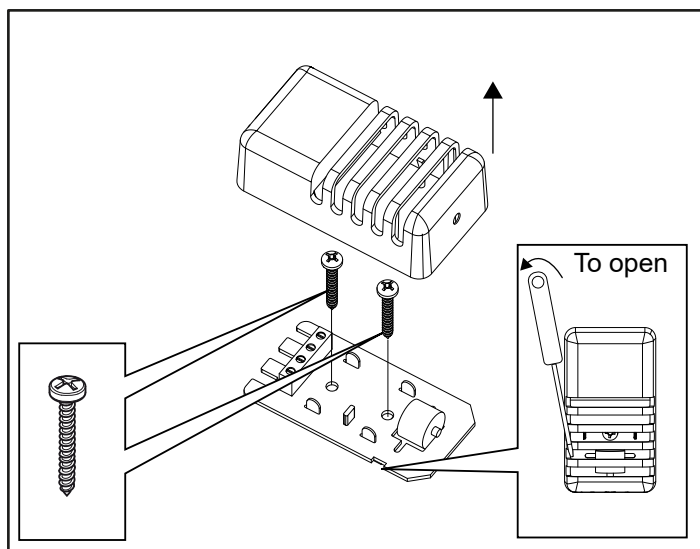
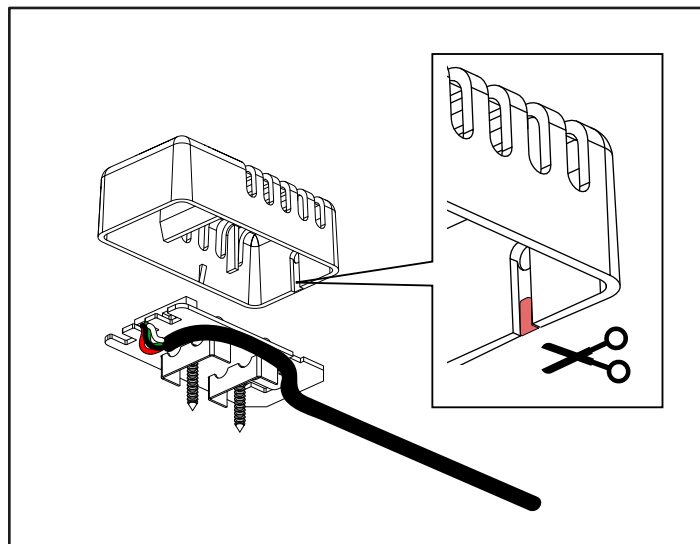

Fig 14: Montering av sensorn
Fig 16: Vid utanpåliggande kabel, skär upp en öppning kåpan.
- 12.** Montera sensorn i taket (se Fig 14) enligt säkerhetsföreskrifterna, se Fig 3. Termistorledningen kan även dras igenom väggen. Täta eventuella hål i väggen bakom sensorn. Termistorledningen kan förlängas utanför bastun med svagströmsledning (4-ledare). Vid utanpåliggande kabel se fig 16.